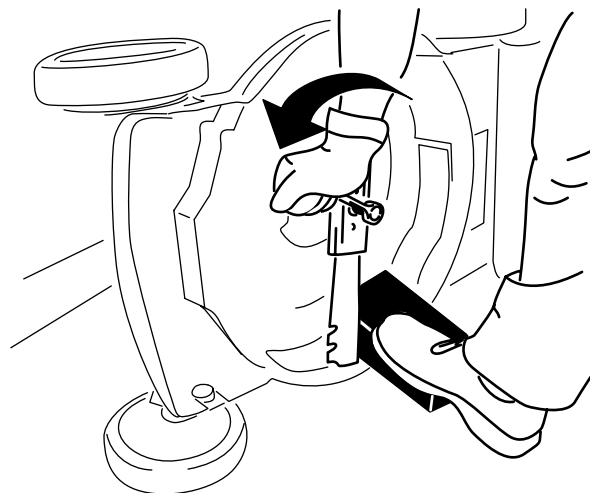

Figura 24
3. Folosiți o bucată de lemn pentru a menține lama stabilă (Figura 24).
4. Îndepărtați lama, păstrând toate elementele de montare (Figura 24).